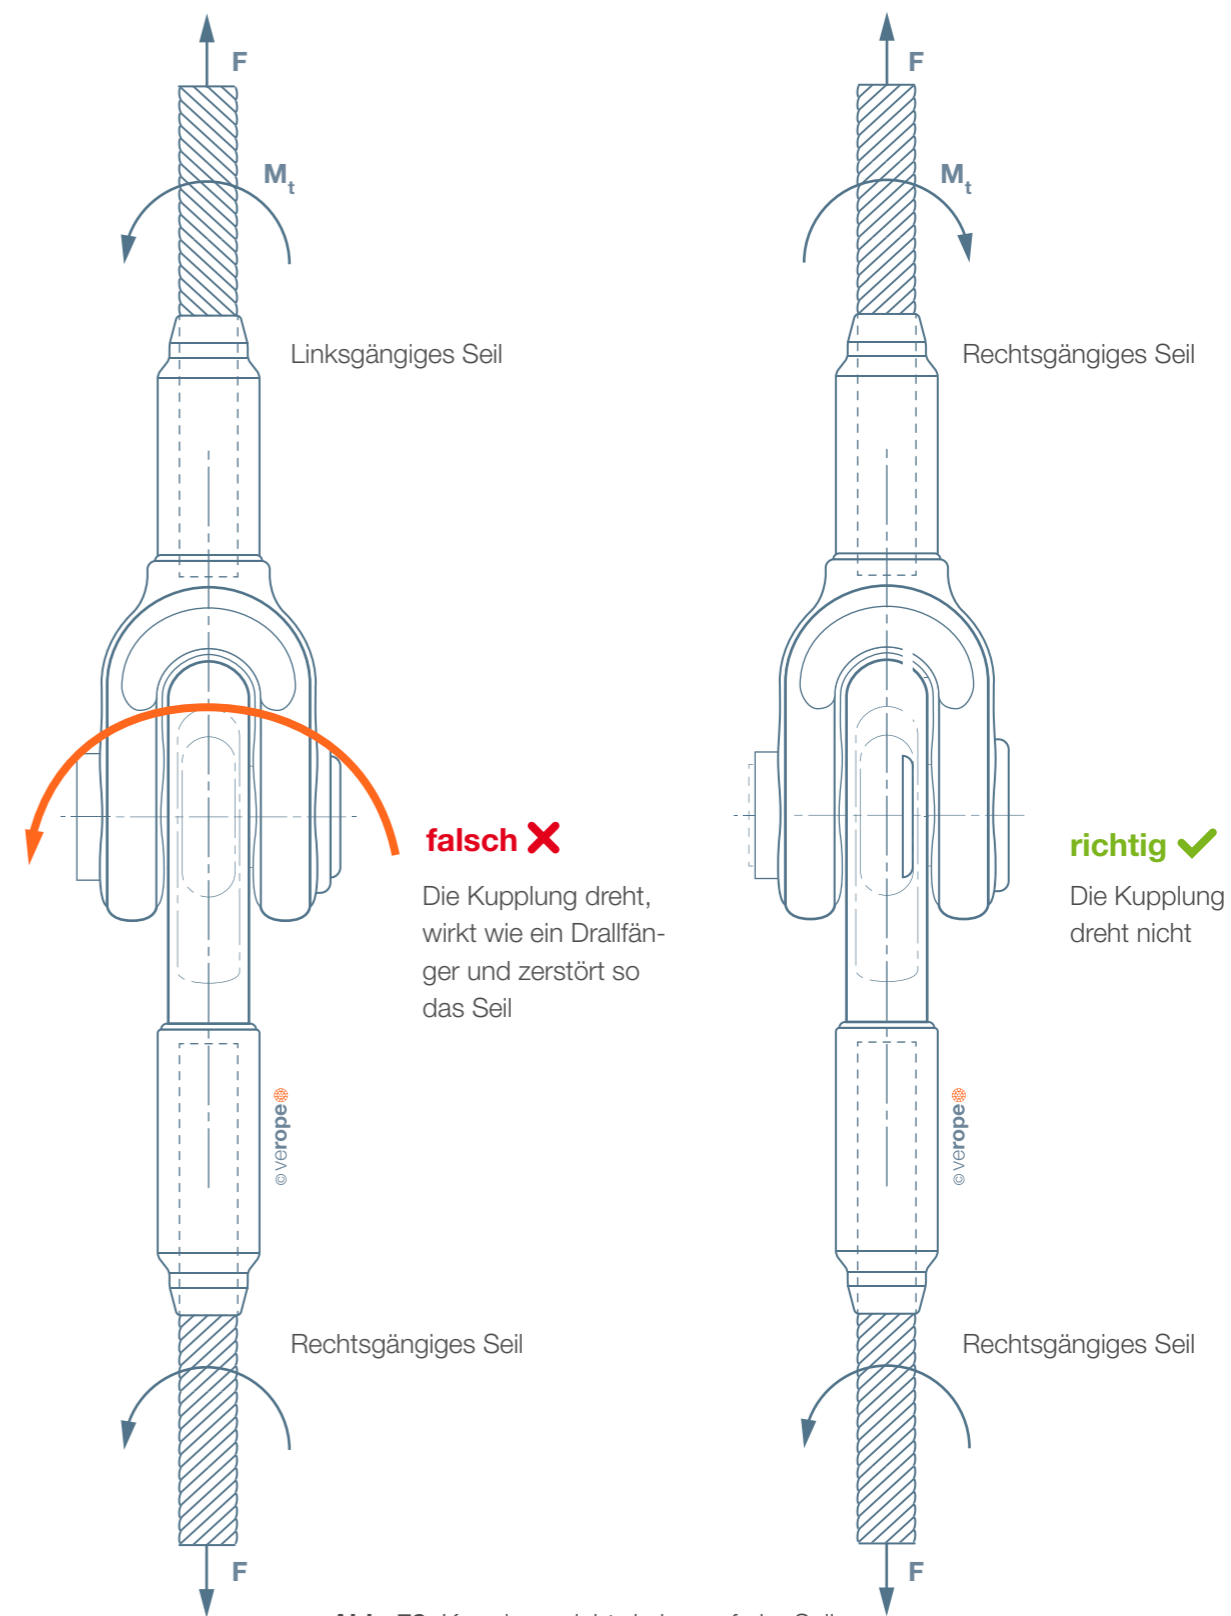

Abb. 78: Kopplung nicht drehungsfreier Seile
**Hinweis:** Bei Kopplung von nicht-drehungsfreien Seilen, z.B. Halteseile oder Greiferschließseile, dürfen stets nur identische Seile gleicher Konstruktion, d.h. gleicher Durchmesser, Schlagart und Gängigkeit verwendet werden (**Abb. 78**).